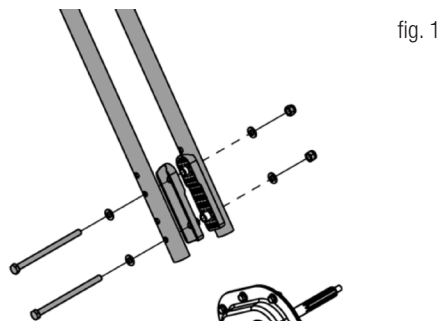

fig. 1
1. Monte la sección inferior del manillar. Utilice los soportes y pernos suministrados. Puedes elegir entre 2 alturas diferentes de manillar. fig. 1